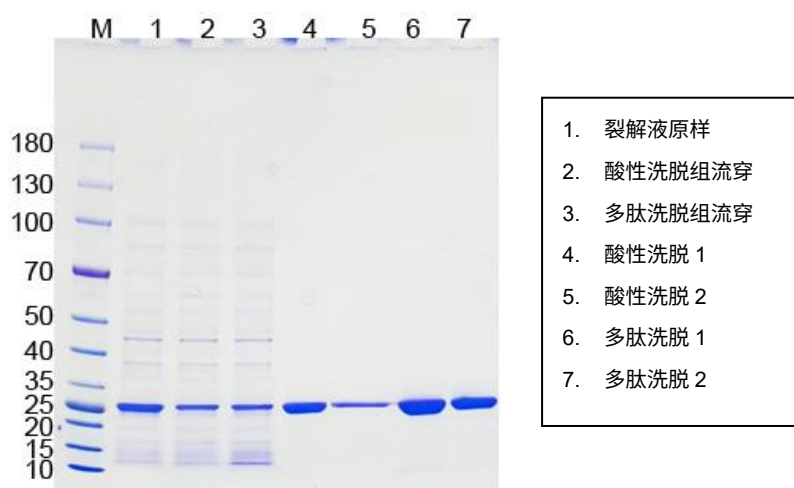

图 1.原核表达样本使用铁锤裂解液裂解后 Anti-DYKDDDDK HC Affinity Beads 纯化的 SDS-PAGE 电泳图
①原核蛋白纯化：
- 6) 对洗脱产物进行 SDS-PAGE 电泳，结果请见图 1。